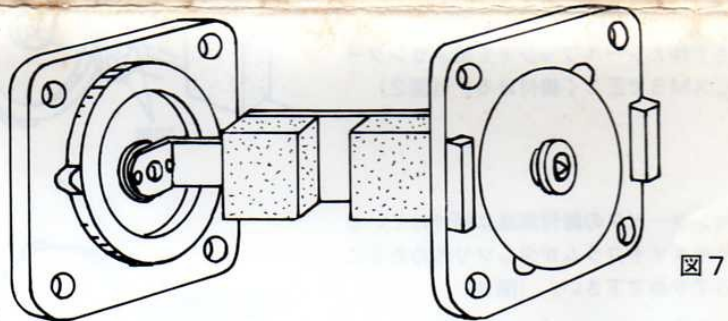

図7
3. 振動ブロックがダイヤフラム台に挿入されてダイヤフラム台付振動ブロックの出来上りです。(図7)